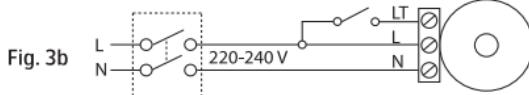

Fig. 4
6. Punkt podłączenia, Rys. 4, jest dostępny po podniesieniu pokrywy plastikowej. Prowadzenie poprzezłączkę gumową. Należy się upewnić, że pokrywa jest umieszczona z powrotem na miejscu, a uszczelka jest dokładnie ułożona.